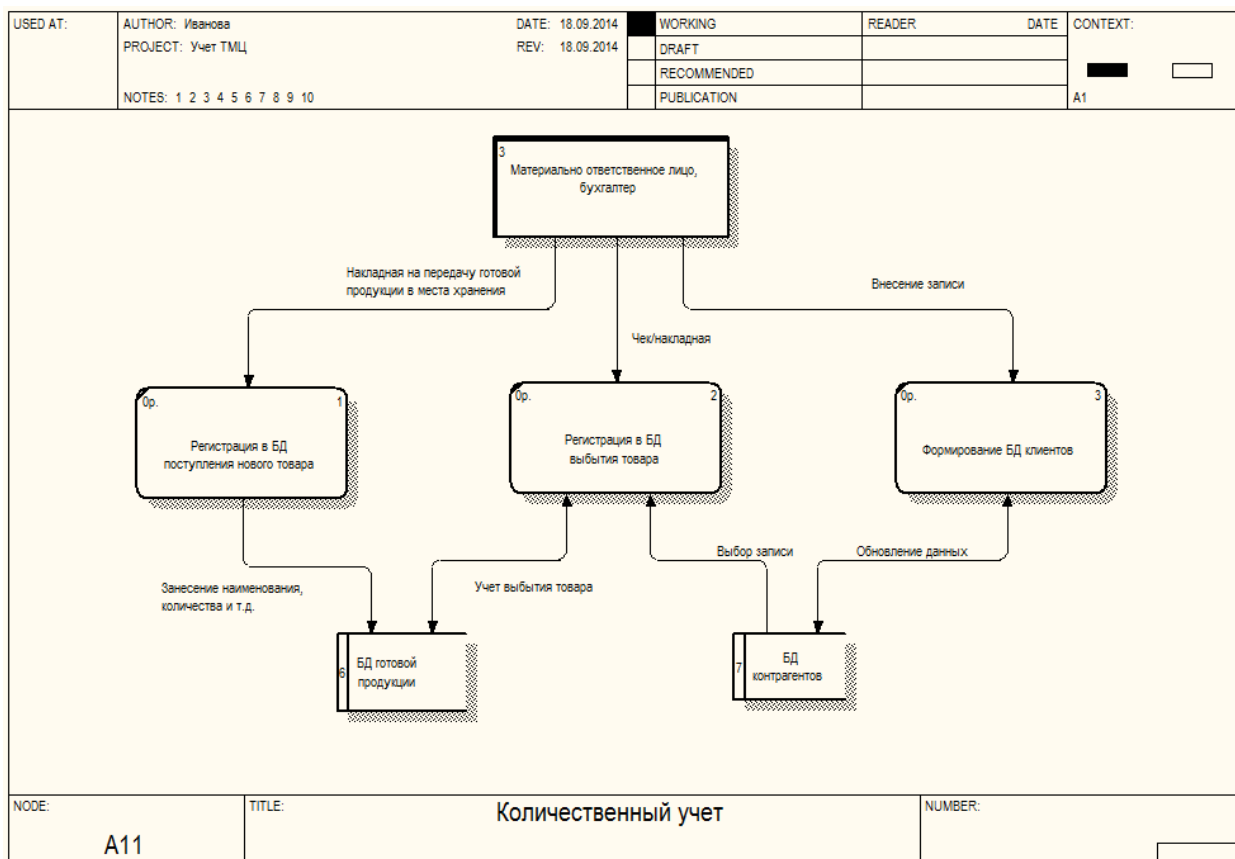

Рис. 41. DFD-диаграмма A11 Количественный учет
1. В соответствии с табл. 14, 15 и рис. 41 проведите декомпозицию работы *Количественный учет*.